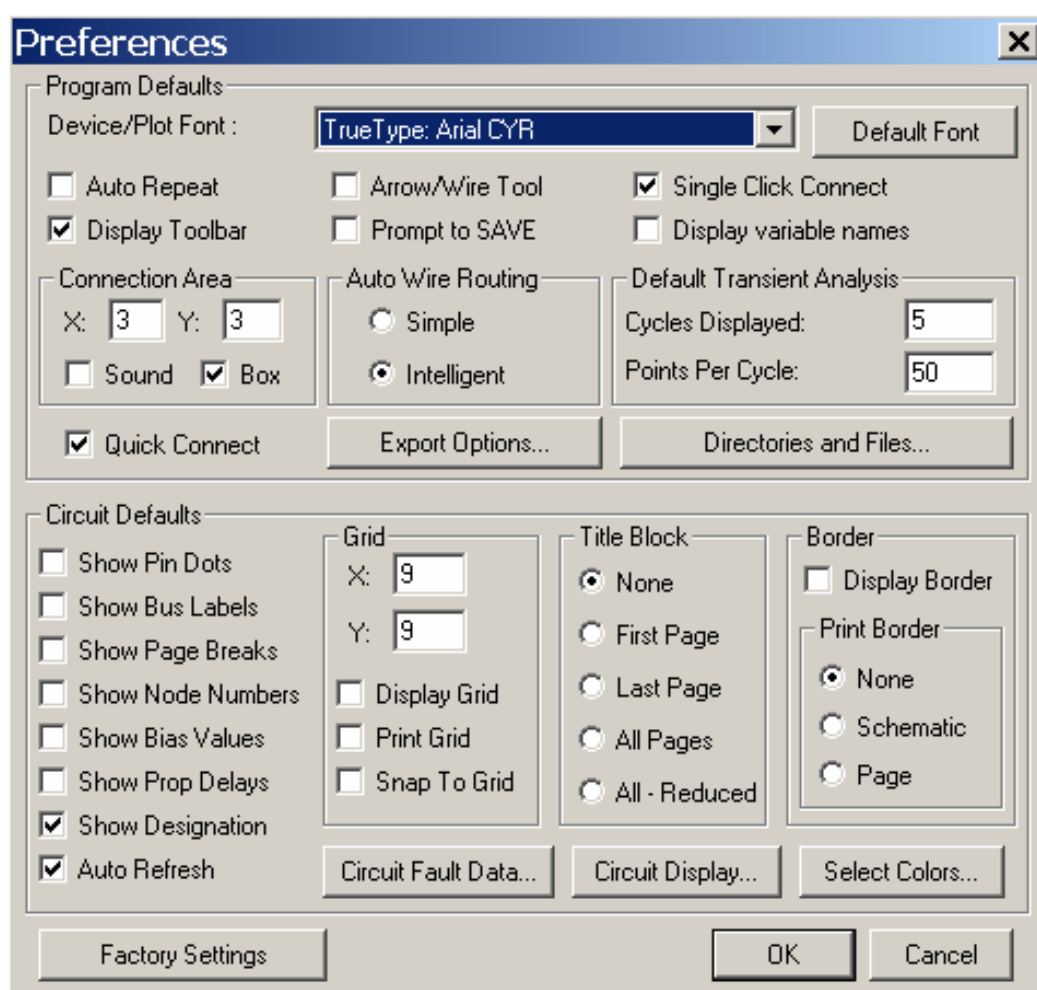

Рис. 9. Окно Preferences
**Preferences...** – выполняется настройка всех основных параметров программы. При выборе этого подпункта меню на экране появляется диалоговое окно **Preferences**, показанное на рис. 9.